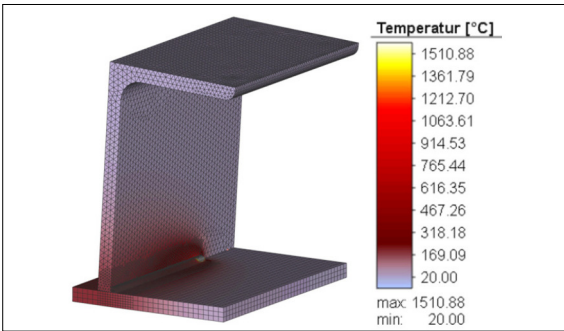

Abbildung 1: Schweissimulation einer Kehlnaht
**Ausgangslage:** Das Simulationstool Simufact Welding 8.0 bietet die Möglichkeit, Lichtbogenschweisprozesse zu simulieren (Abbildung 1). In dieser Arbeit geht es darum, die Machbarkeit der Schweissimulation in Bezug auf die Kalibrierung und Validierung zu beurteilen. Die Möglichkeiten und Grenzen sollen anhand des Lichtbogenschweisens ausgelotet werden. Schweissimulationen dürften wohl am ehesten für grobe Bauteilsimulationen angewendet werden. Eine Kalibrierung der Wärmequelle und eine anschließende Validierung ist dabei aber wohl kein Standard.